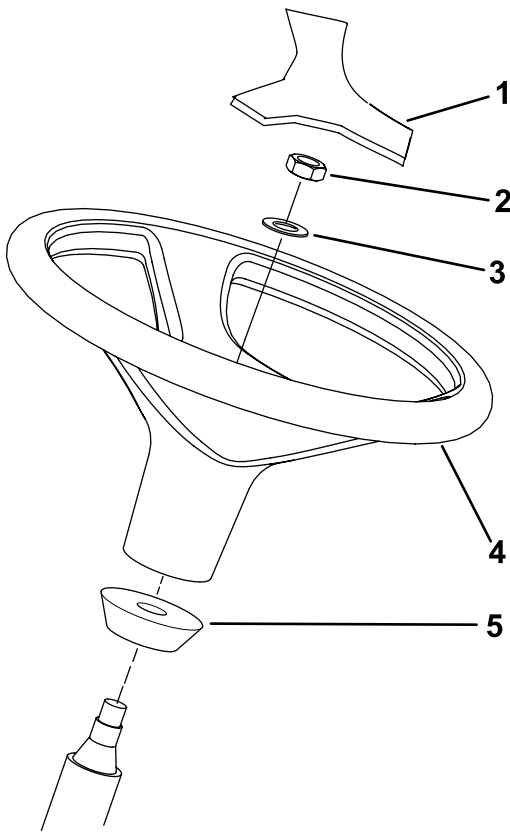

図 14
1. 出荷台からハンドルを外す。 図 14
注 ステアリングシャフトについているウレタン製のカラーは外さないでください (図 14)。
- ハンドルとワッシャをステアリングシャフトにはめ込む (図 14)。
- ハンドルにカバーを取り付ける (図 14)。